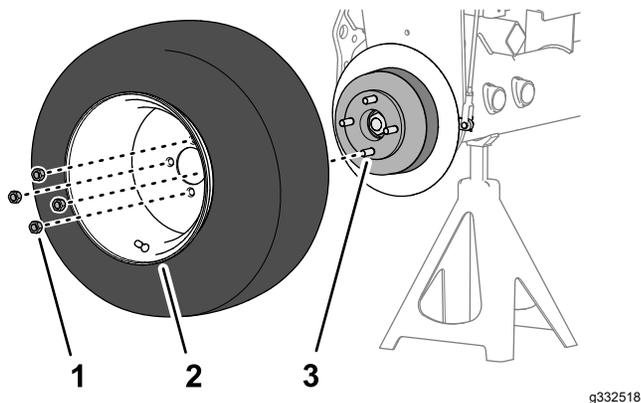

Figure 88
- Fixez la roue sur le moyeu avec les 4 écrous de roue (Figure 88), et serrez les écrous à la main.